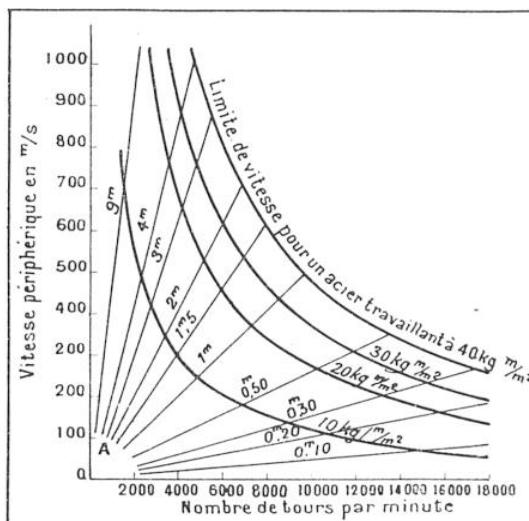

FIG. 10. — GRAPHIQUES DE VAPORISATION DES TURBINES SYSTÈME « BÉCHARD »
La puissance possible d'un tel système est fonction des *calories* absorbées. Or, l'inventeur affirme qu'il peut obtenir une production de vapeur supérieure à 400 kg par heure et par  $m^2$  de surface chauffée dans une chaudière de 50 cm de diamètre, tournant seulement à 1 000 tours/mn (1). Or, la rotation peut, avec des matériaux spéciaux, être immensément accrue. Et la puissance par unité de surface croît en fonction de la rotation comme l'indique le graphique (fig. 10), qui porte sur des vitesses rivalisant avec celles de la turbine Huttner.